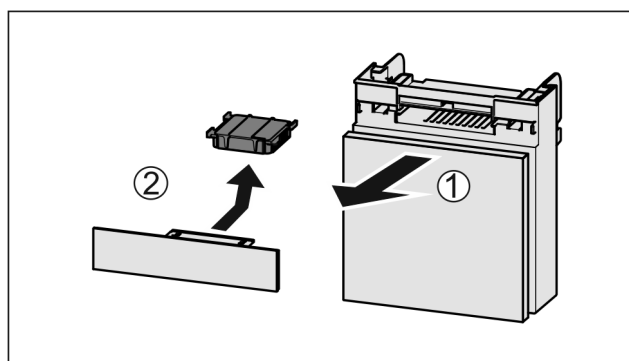

Fig. 128
- Вытянуть Fig. 128 (1) отделение движением вперед.
- Извлечение Fig. 128 (2) фильтра с активированным углем.